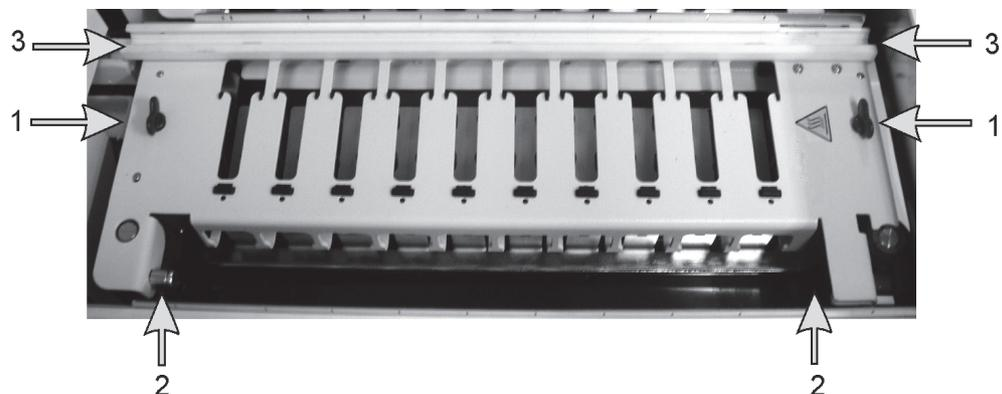
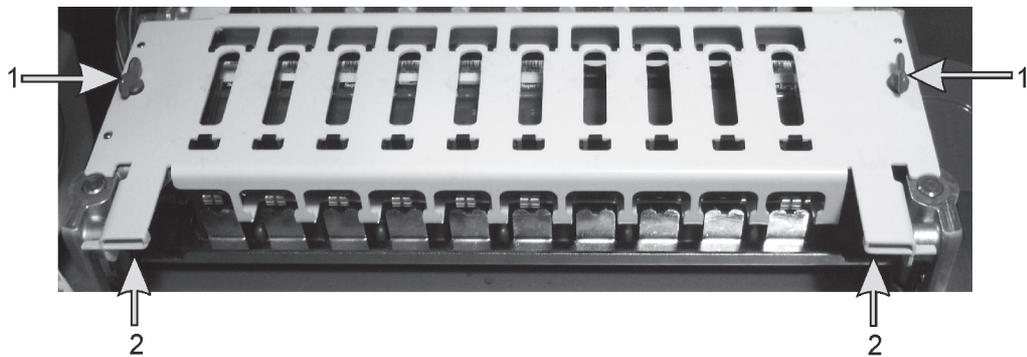

Abbildung 128: BOND-III-Deckenplatte mit Drehverschlüssen (1), Scharnierzapfen (2) und Vorratsflüssigkeitsroboterschiene (3)
Abbildung 129: BOND-MAX-Deckenplatte mit Drehverschlüssen (1) und Scharnierzapfen (2)
Wischen Sie beim BOND-III die Vorratsflüssigkeitsroboterschiene (Element 3 in Abbildung 128) ab.
2. Öffnen Sie die Deckenplatte, indem Sie sie herunterdrücken und die blauen Drehverschlüsse an den beiden Enden (Element 1 in Abbildung 128 und Abbildung 129) eine Vierteldrehung gegen den Uhrzeigersinn drehen. Schwenken Sie die Deckenplatte auf deren Scharnieren zurück (wenn Sie mit dem Gesicht zum Gerät stehen, hebt sich die rechte Seite der Deckenplatte).
- Um die Deckenplatte vollständig zu entfernen (nicht notwendig bei Routinereinigungen), ziehen Sie die Federverschlüsse an beiden Enden der Platte (Element 2 in Abbildung 128 und Abbildung 129) heraus und heben Sie dann die Platte vom Objektträger-Rack weg.